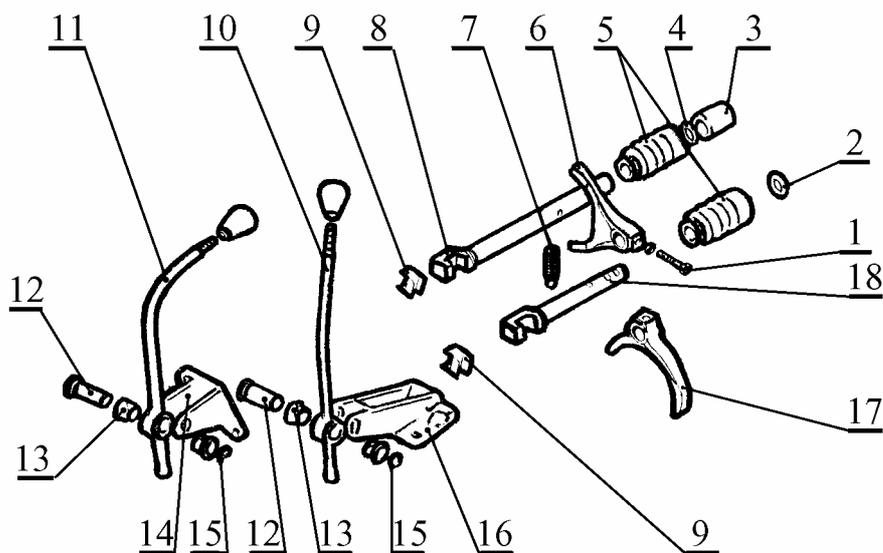
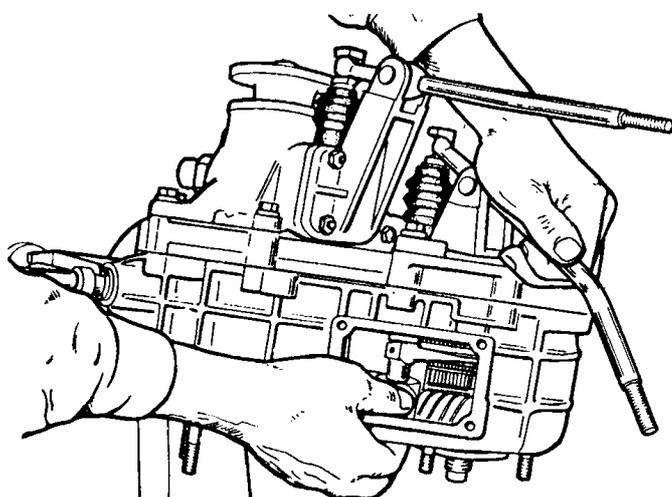

Рис.5. Детали механизма управления раздаточной коробкой:
Рис.6. Снятие штока переключения передач.
Подпись	<p>- застопорить первичный вал 1, рис.10, приспособлением 2 и затянуть болт 2, рис.15, крепления блока шестерен. Момент затяжки болта от 70 до 80 Н.м (от 7,0 до 8,0 кгс.м) (приспособление 41.7816-4068, головка сменная 17 и вороток, ключ динамометрический типа 02.7812-4001);</p> <p>- напрессовать внутреннее кольцо подшипника 37, рис.6, на блок шестерен (оправка 41.7853-4006, молоток).</p> <p>Для всех КП:</p> <p>- установить в картер КП шарики 5, рис.20, фиксаторов, пружины 4, крышку 2 с прокладкой 3 и завернуть болты 1 крепления крышки. Пружина шарика фиксатора штока вилки заднего хода отличается от других упругостью, она окрашена в зеленый цвет или имеет кадмиевое покрытие, с 1985 г. - черное оксидирование (головка сменная 13, вороток);</p> <p>- напрессовать на вторичный вал ведущую шестерню 28, рис.29, привода спидометра с шариком и задний подшипник 29 (оправка 41.7853-4039, молоток);</p> <p>Для 5-ти ступенчатой КП. Собрать заднюю крышку:</p> <p>- установить в посадочный паз задней крышки 26, рис.6, стопорное кольцо подшипника 37 блока шестерен (щипцы);</p> <p>- нанести мыльный раствор на посадочное место заглушки подшипника блока шестерен (кисть типа КФК-6);</p> <p>- запрессовать заглушку подшипника в заднюю крышку (оправка 67.7853-9530);</p> <p>- запрессовать наружное кольцо подшипника 37 блока шестерен в заднюю крышку 26 (оправка 67.7853-9574, молоток).</p> <p>Для всех КП:</p> <p>- установить прокладку задней крышки и заднюю крышку на шпильки картера КП;</p> <p>- установить на шпильки пружинные шайбы и навернуть гайки. Затянуть равномерно гайки с моментом от 16 до 26 Н.м (от 1,6 до 2,6 кгс.м) (гайковерт типа ИП-3111 или вороток и удлинитель, головка сменная 13, ключ динамометрический типа 02.7812-4006).</p> <p>Для 5-ти ступенчатой КП:</p> <p>- установить на шпильки задней крышки прокладку механизма и механизм, рис.32, выбора передач с рычагом в сборе, установить на шпильки пружинные шайбы и завернуть гайки (ключ торцовый 10 мм 67.7812-9521).</p> <p>Для 4-х ступенчатой КП:</p> <p>- установить шайбу и завернуть ограничительный болт 1, рис.14, включения I - II передач (головка сменная 13, вороток).</p> <p>Для всех КП:</p> <p>- нанести на рабочую поверхность сальника 30, рис.29, смазку и запрессовать сальник в заднюю крышку КП (смазка ЛИТОЛ-24, норма расхода - 2 г, оправка 41.7853-4039, молоток);</p> <p>- установить на вторичный вал фланец 31 эластичной муфты карданного вала и стопорную шайбу 36.</p>
3.7 Отвернуть болт 1, рис.5, крепления вилки 6 переключения передач. Закрывать отверстие гнезда фиксатора пальцем руки, как показано на рис.6, и извлечь шток 8, рис.5, вилку 6, дистанционную втулку 3, пружину и шарик фиксатора, снять со штока чехол 5 и пружину 9 (головка сменная 10, удлинитель и гайковёрт типа ИП-3111 или ключ торцовый 10 мм 67.7812-9521).
3.13.8 Извлечь из крышки картера уплотнительное кольцо 4, рис.5 (отвёртка плоская или пинцет).
3.17.2 Отвернуть гайки крепления крышки 16, рис.5, картера привода переднего моста, снять крышку с рычагом 10, извлечь пружину 7 и шарик фиксатора (головка сменная 13, удлинитель и гайковёрт типа ИП-3111 или ключ торцовый 13 А.50088, лопатка монтажная, молоток с пластмассовым бойком).
3.17.6 Извлечь из картера сальник и уплотнительное кольцо 2, рис.5 (отвертка плоская).
– прокладки, сальники, уплотнительные кольца, чехлы, подшипники, пружины 9, рис.5, штока и пружины 7 фиксатора штока;